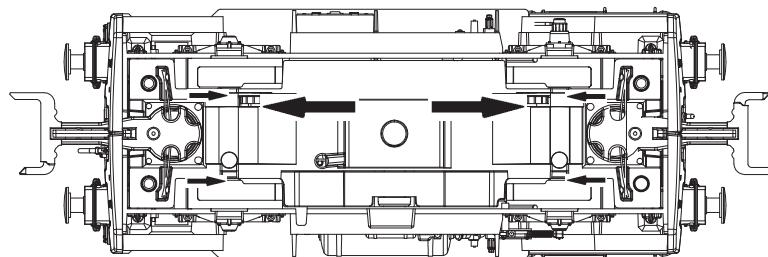

Fig. 6
2. Schmierung: Versehen Sie die im Schmierplan in Fig. 5 gekennzeichneten Stellen mit nur **kleinen Öltropfen**. Den **Radsatz** herausnehmen (Fig. 6). Wir empfehlen den ROCO **Öler Art.-Nr. 10906**. Fürs Schmieren der Getriebeteile (Zahnräder, Schnecke) empfehlen wir das **ROCO-Spezialfett Art.-Nr. 10905**. Im Falle der Schmierung diese Teile **nicht ölen**.
2. Lubrication: Apply **tiny oil drops** to spots marked in fig. 5. Take out **wheel set** (fig. 6). We recommend using item no. **10906, ROCO oiler**. For lubrication the gearparts (e.g. cogwheels, worm) we would recommend our ROCO **special grease** (item no. **10905**).
voir } Fig.6
voir } Fig. 6